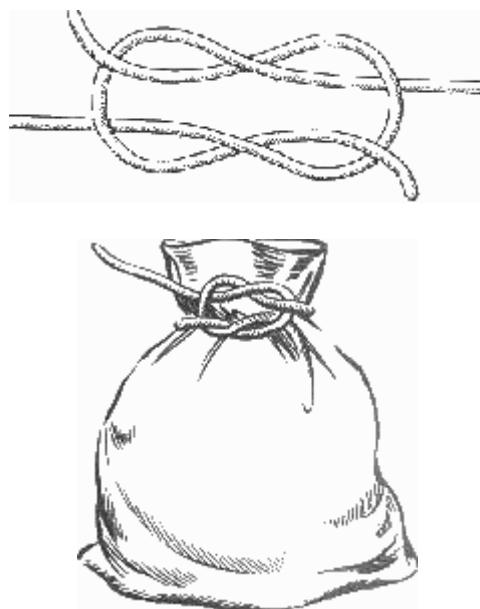

Рис. 24. «Тещин узел»
**“Тещин” узел** (рис. 24). Удивительно, но факт. Некоторые люди, связывая две веревки вместе, каким-то образом умудряются завязать так называемый “тещин” узел, в чем-то напоминающий бабий. Если у последнего ходовые концы выходят из узла с одной стороны, то у тещиного узла они выходят с разных сторон по диагонали.
**“Травяной” узел** (рис. 31). Несмотря на свое название, этот элементарный узел вполне надежен и может выдерживать сильную нагрузку. Кроме этого, он легко развязывается при отсутствии тяги. Принцип узла – полуштыки чужими концами (рис. 31, а). Иногда нам приходится связывать два ремня или две ленты, ну, скажем, вожжи. Для этой цели “травяной” узел очень удобен (рис. 31, б). Его можно завязать, изменив немного “тещин” узел (см. рис. 24) или начав с полу штыков, как это показано на схеме (см. рис. 31, а). При затягивании “травяного” узла за коренные концы узел перекручивается и принимает другую форму. Когда он затянут окончательно – два ходовых конца смотрят в одну сторону.